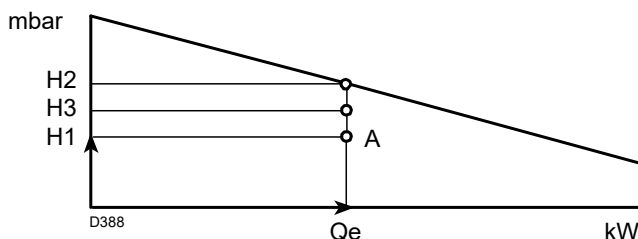

Fig. 3
- 4 Trasați o verticală din punctul A (Fig. 3) și găsiți presiunea maximă H2 din domeniul de funcționare.
Dacă H3 este mai mare decât H1 (Fig. 3), arzătorul poate furniza capacitatea necesară.